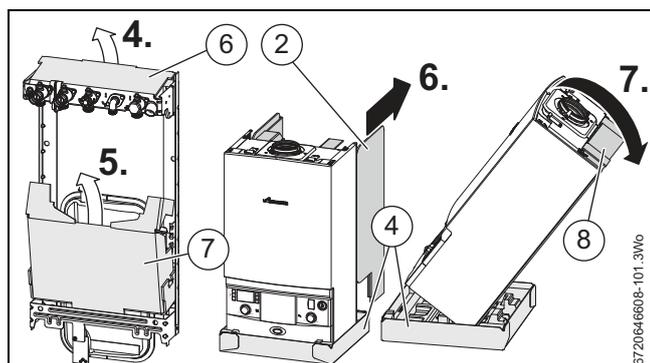

Fig. 23 Finalizar el desembalaje
- Retirar todos los embalajes en la caldera y la base de embalaje (Fig. 23, [4]).
- Dejar el apoyo en forma de V (Fig. 23, [8]) en su lugar hasta que la caldera esté lista para colgarla del bastidor de montaje mural; retirarlo a continuación.